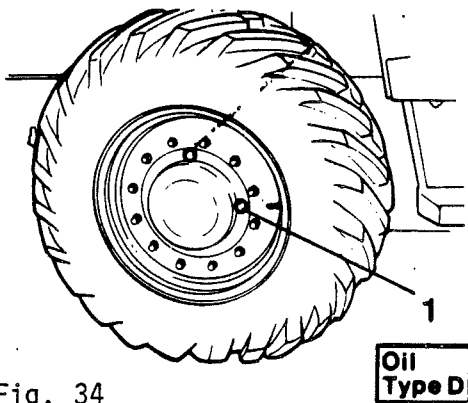

Fig. 34
- 4 Colocar la máquina hasta que el tapón de nivel quede en la posición de llenado, fig. 34.